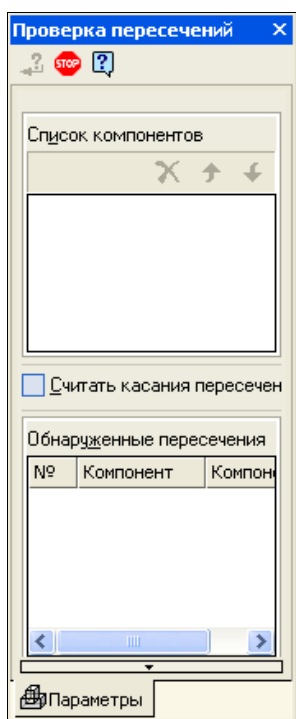

Рис. 21.26. Панель свойств: Проверка пересечений
- ♦ в появившейся Панели свойств: Проверка пересечений (рис. 21.26) раскроются два окна: **Список компонентов** и **Обнаруженные пересечения**. Если вы хотите считать касание как пересечение, то поставьте ЛК мыши флажок **Считать касания пересечениями**;